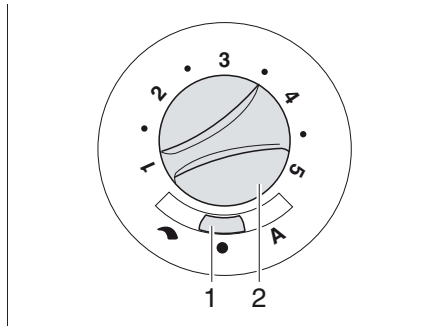

Fig. 110 Commutateur de commande du ventilateur à air pulsé (12 V)
- Régler l'interrupteur à curseur (Fig. 110,1) sur "↷" (réglage manuel) ou "A" (mode automatique).
- Si l'interrupteur à curseur est réglé sur (Fig. 110,1) "↷" (réglage manuel) : Régler la puissance désirée du ventilateur à air pulsé à l'aide du bouton de commande (Fig. 110,2).
- Régler l'interrupteur à curseur (Fig. 110,1) sur "●" (arrêt). Lorsque le chauffage est en marche, cet interrupteur est à l'arrêt.